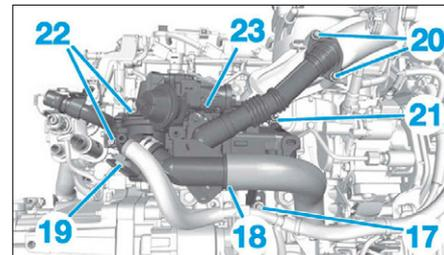

FIG. 75
- Déposer la vis (17) (**Fig.75**).
- Désaccoupler la durite (18).
- Dégrafer et écarter le faisceau électrique (19).
- les vis (20),
- l'écrou (21),
- les vis (22),
- l'ensemble module de recyclage des gaz d'échappement (23) avec précaution.